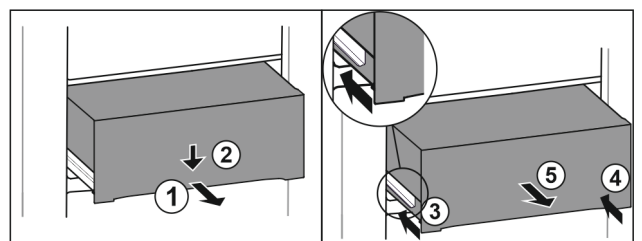

Fig. 81
- ▶ Extraiga el cajón hasta la mitad. Fig. 81 (1)
- ▶ Empuje el cajón por la parte delantera hacia abajo. Fig. 81 (2)
- ▶ Inserte el riel izquierdo unos 2 cm. *Fig. 81 (3)*
- ▶ Inserte el riel derecho unos 2 cm. *Fig. 81 (4)*
- ▶ Extraiga el cajón hacia delante. *Fig. 81 (5)*